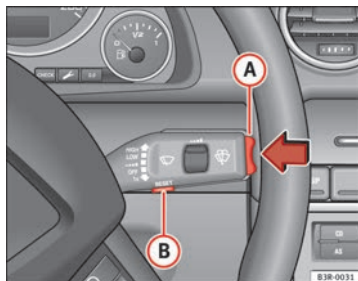

Fig. 60 Palanca del limpiaparabrisas: Elementos de manejo del ordenador de a bordo
Pulsando la tecla Reset (B) ⇒ fig. 60 se puede conmutar entre las funciones del ordenador de a bordo 1 y 2.
Bastará con pulsar brevemente el interruptor-selector de funciones o bien la tecla  **Reset** ⇒ **fig. 60** para borrar el aviso sobre la duración de viaje.
- Pulse la zona superior o inferior del conmutador-selector de funciones (A) ⇒ fig. 60. Se visualizarán una tras otra las funciones del ordenador de a bordo en los niveles de memoria correspondientes.